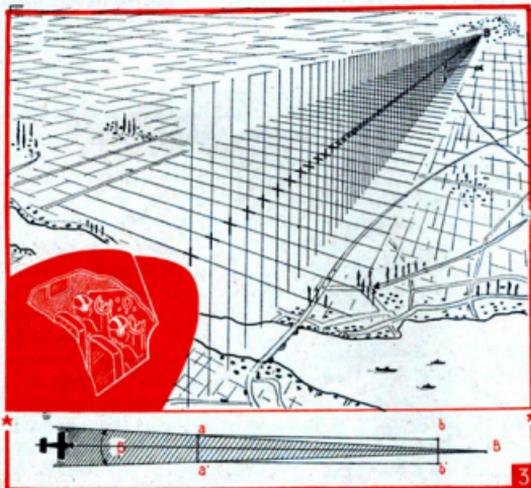

Fig. 3. — Principe de navigation sans visibilité à l'aide du système radioguide.
(1) Supposons, en effet, une piste de 50 mètres de largeur et de 1.500 mètres de longueur; un radioguide placé en B (figure 3) devra déterminer un chenal dont la demi-ouverture angulaire soit inférieure à 25 : 2.000, c'est-à-dire à 0,75 degré.